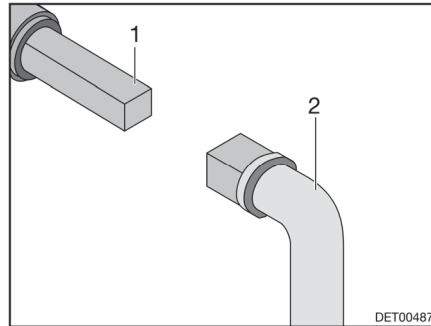

Bild 133 Handhavande avloppsventil
- Sätt nyckeln (Bild 133,2) mot fyrkanten (Bild 133,1).